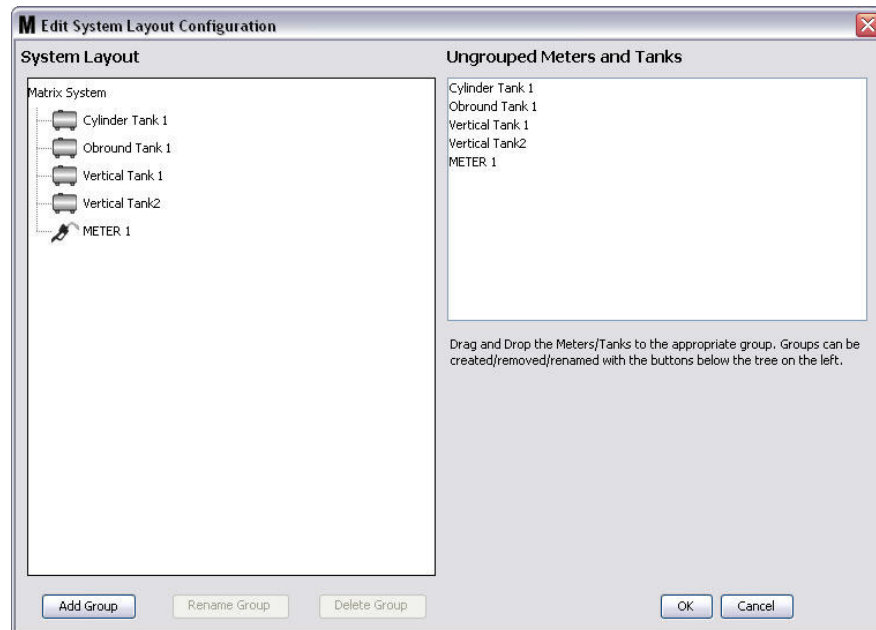

FIG. 92
3. L'écran de configuration "Edit System Layout" (Modifier la configuration du système) illustré dans la FIG. 92 s'affiche.
4. Cliquez sur le bouton "Add Group" (Ajouter un groupe) (FIG. 92) pour créer un nouveau groupe de dispositif.